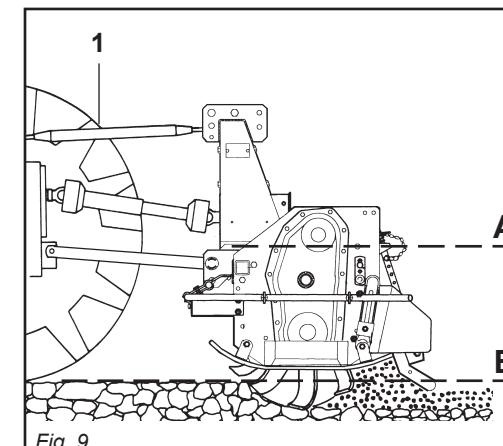

Fig. 9
4) Collegare il terzo punto superiore ed effettuare una corretta regolazione con il tirante (1 Fig. 9) verificando che il piano superiore della macchina (A Fig. 9) risulti parallelo al piano terra (B Fig. 9).
4) Connect the upper third-point and correctly regulate by means of the adjuster (1 Fig. 9), checking that the upper surface of the machine (A Fig. 9) is parallel to the ground (B Fig. 9). This is very important since it achieves parallelism between the axis of the machine and that of the tractor pto. When the implement operates in these conditions, there will be less stress on the pto itself while the cardan shaft and implement will be much less subject to wear.
4) Reliez le troisième point supérieur et réglez correctement à l'aide du tirant (1 Fig. 9).
Assurez-vous que le plan supérieur de la machine (A Fig. 9) soit pratiquement parallèle au terrain (B Fig. 9).
4) Den oberen Kupplungspunkt anschließen und den oberen Lenker (1 Abb. 9) korrekt einstellen. Sicherstellen, daß die obere Haubenkante der Maschine (A Abb. 9) parallel zum Boden (B Abb. 9) steht. Das ist sehr wichtig, um die Parallelität zwischen der Achse der Maschine und der der Schlepper-Zapfwelle zu erhalten. Wenn diese Parallelität gegeben ist, wird die Zapfwelle weniger belastet und das Leben von Gelenkwellen und Maschine wird verlängert.
4) Conectar el tercer punto superior y efectuar una correcta regulación con el tirante de regulación (1 Fig. 9) controlando que el plano superior de la máquina (A Fig. 9) resulte paralelo al plano al nivel del suelo (B Fig. 9). Esto es muy importante para obtener parelelismo entre el eje de la máquina y el eje de la toma de fuerza del tractor. Esto permite limitar los esfuerzos sobre la toma de fuerza misma y hacer durar el árbol cardánico y la máquina misma.